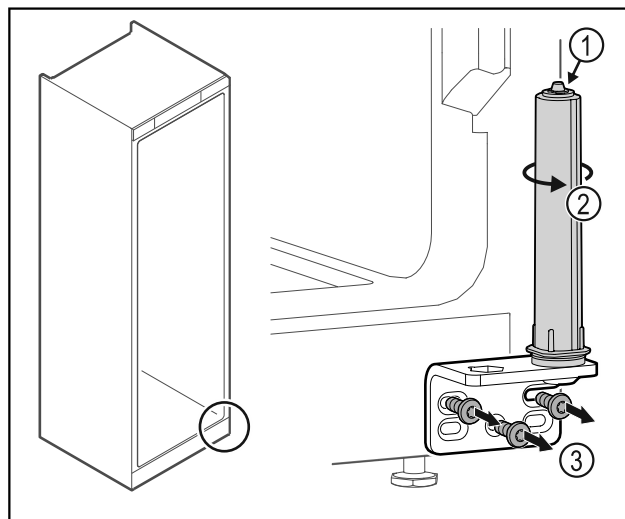

Fig. 35
- Не разбирайте систему закрытия двери Fig. 35 (1).
- Поворачивайте систему закрытия Fig. 35 (2) до щелчка.
- Отвинтите шарнирные уголки Fig. 35 (3).